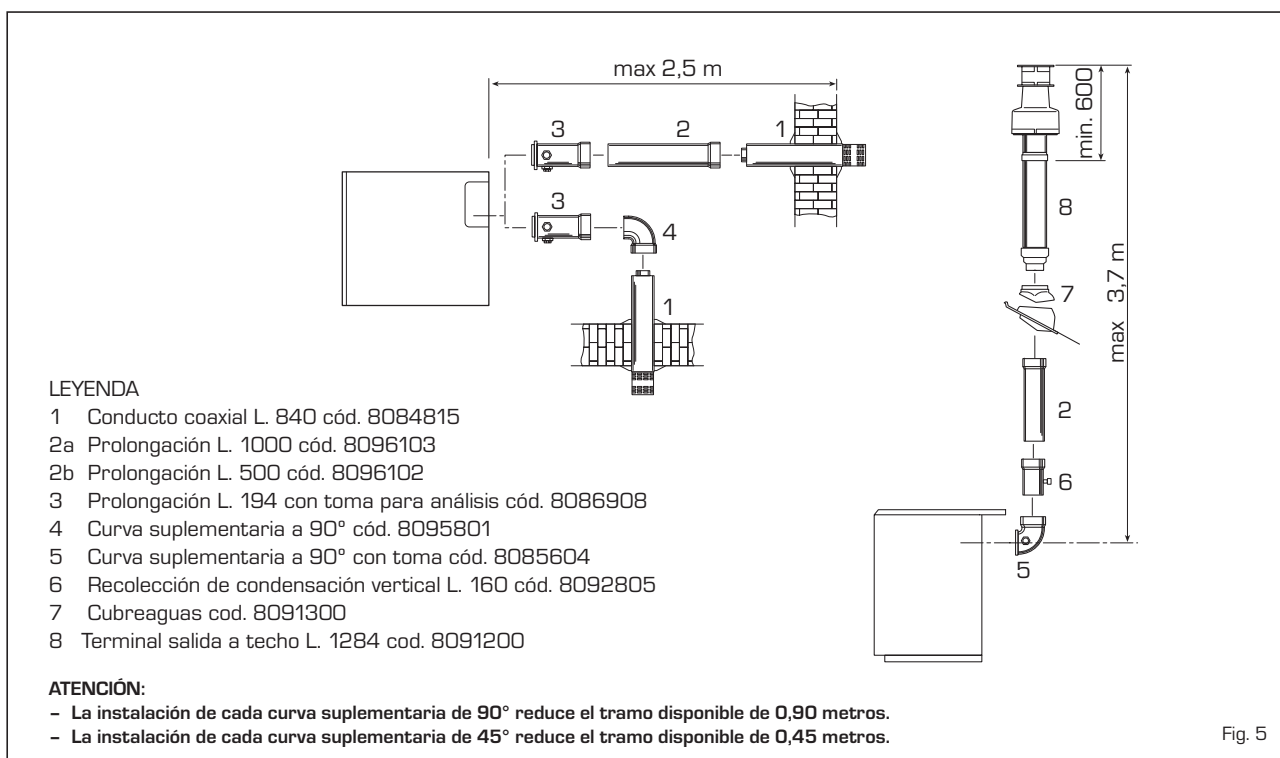

Fig. 5
2.6 CONDUCTO COAXIAL ø 60/100 (fig.5)
Los esquemas de la fig. 5 ilustran algunos ejemplos de los diversos tipos de